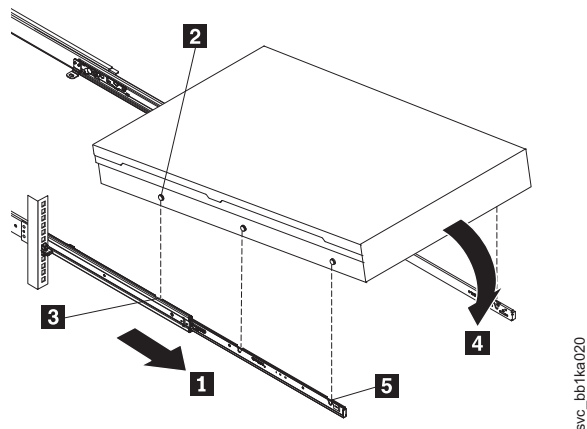

図 36. ラックのスライド・レールへの 2145-CG8 または 2145-CF8 ノードの取り付け
- a. スライド・レール (67 ページの図 36 の **1**) を、2 度カチッと音がして所定の位置に収まるまで、前方に引きます。